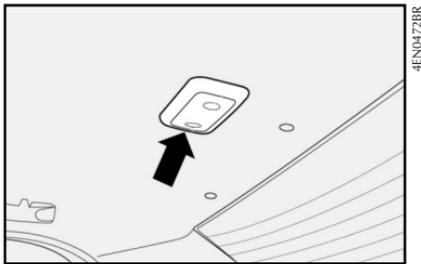

fig. 61
- con un destornillador en el punto indicado por la flecha **fig. 61**, presionando ligeramente en el hueco que tiene el plafón, saque el conjunto de luz interna montado a presión;